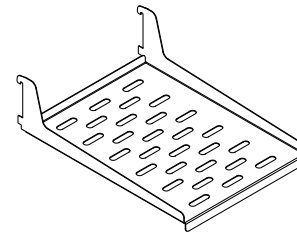

Figure 15
- (1) étagère métalliques perforées (Voir la Figure 15).